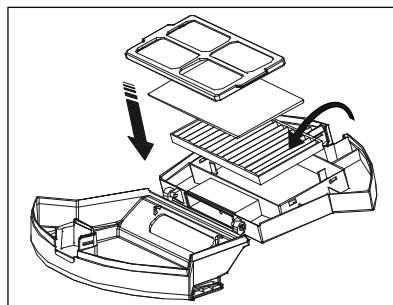

Fig. 13
8) Inserire nuovamente il filtro EPA 7 e il filtro di espanso nello scomparto e fissare il filtro a reticella sullo scomparto. Chiudere il contenitore della polvere 14 (vedere fig. 13).